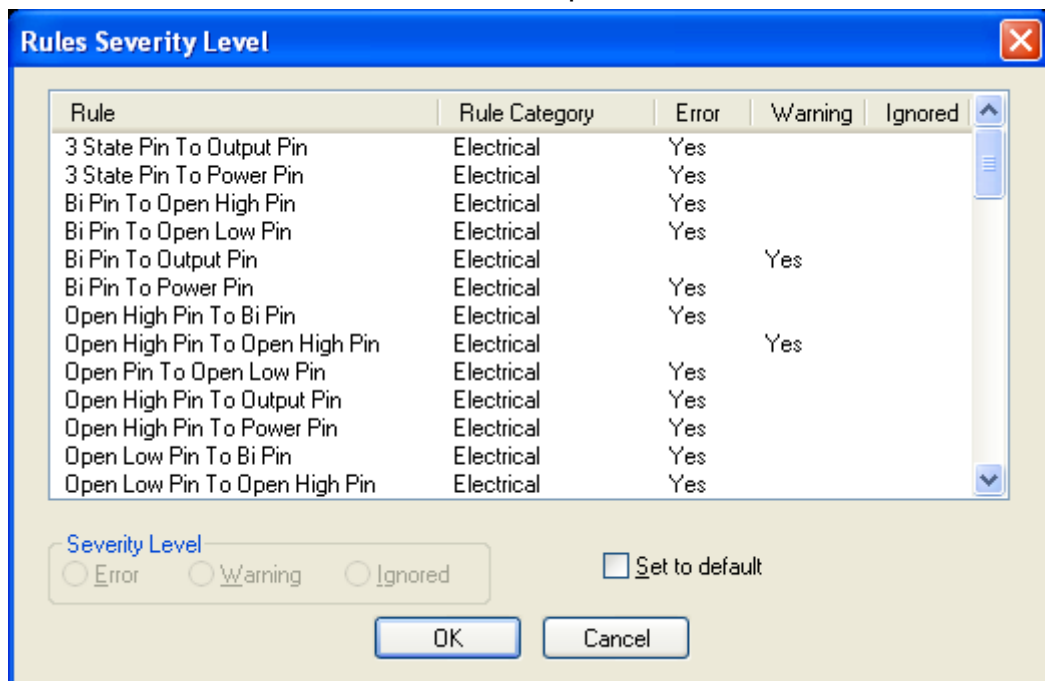

Рисунок 5.31 - Диалоговое окно **Rules Severity Level** для учреждения степени серьезности ошибок
- Нажать на панель **Severity Levels**. Откроется окно **Rules Severity Level**, в котором указать степень серьезности ошибок (рис. 5.31). Нажать кнопку **OK**, а затем еще раз нажать кнопку **OK** в окне **Utils/ERC**.